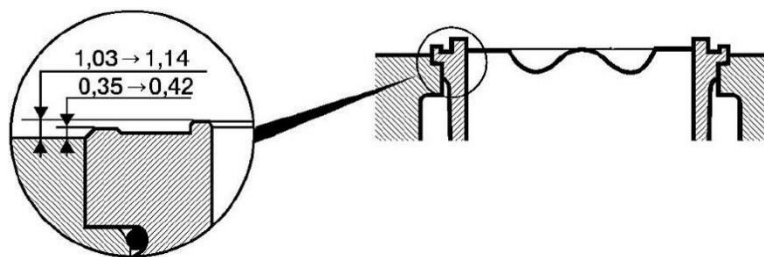

图 1 缸套凸出量
- 8.2.4 检测缸套凸出量, 保证其值内圈在 0.35 mm~0.42 mm 范围内, 外圈在 1.03 mm~1.14 mm 范围内, 如图 1 所示: